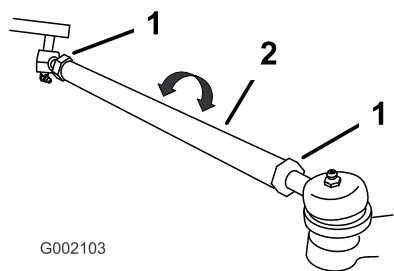

Рисунок 45
7. Если измеренное значение не находится в пределах от 0 до 6 мм, ослабьте зажимные гайки с обоих концов тяг (Рисунок 45).